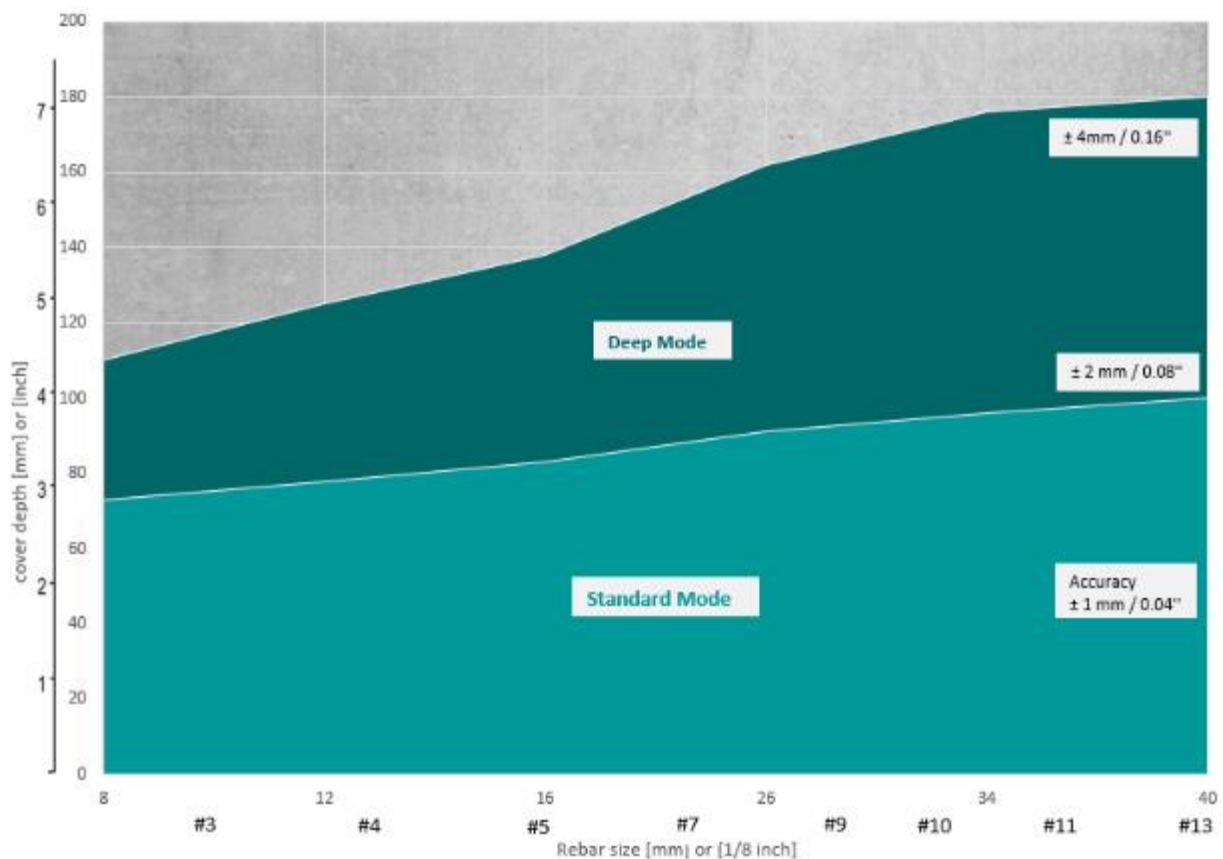

Figura 27: Rango de medición sin carro
- ❶ Cuando se desconoce el diámetro de la barra de refuerzo, como se explica en sección 4.7.6, con una profundidad de armadura >80 mm, se debe activar el modo profundo.
- ❶ ¡Tenga en cuenta que los valores de cobertura se subestimarán incorrectamente en modo profundo si hay mallas soldadas o atadas en el concreto!
- ❶ En modo profundo, 180 mm es el límite máximo de profundidad para la detección. Sin embargo, si se conoce el diámetro de la barra de refuerzo, la Figura 27 proporciona más precisión en la profundidad máxima posible de detección siguiendo el diámetro de la barra de refuerzo.
- ❶ Como se explica en la sección 4.7.6, hay un modo automático que cambia automáticamente de Estándar a Profundo.
Sin embargo, el límite de 80 mm es solo un límite de profundidad promedio. Es por eso que si se conoce el diámetro de la barra de refuerzo, la Figura 27 proporciona más precisión respecto a la profundidad máxima posible siguiendo el diámetro de la barra de refuerzo.